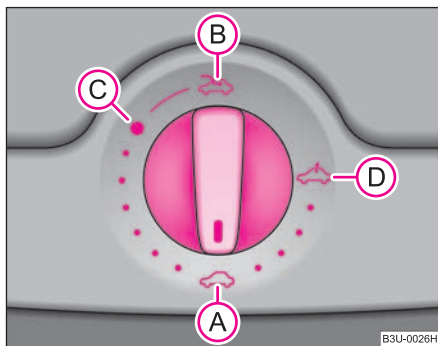

Abb. 30 Drehschalter für das elektrische Schiebe-/Ausstelldach
Das Schiebe-/Ausstelldach wird mit dem Drehschalter ⇒ Abb. 30 bedient und funktioniert nur bei eingeschalteter Zündung. Der Drehschalter hat mehrere Raststellungen.
– Drehen Sie den Schalter in Stellung **C** ⇒ Abb. 30.
- Drehen Sie den Schalter in Stellung **(A)** ⇒ Seite 52, Abb. 30.
Das Schiebe-/Ausstelldach ist mit einem Überlastungsschutz ausgestattet. Das Schiebe-/Ausstelldach stoppt und kehrt einige Zentimeter zurück, wenn es sich durch ein Hindernis (z. B. Eis) nicht schließen lässt. Das Schiebe-/Ausstelldach können Sie ohne Überlastungsschutz ganz schließen, wenn Sie den Schalter in Stellung **(A)** ⇒ Seite 52, Abb. 30 vorn oder hinten so lange drücken, bis das Schiebe-/Ausstelldach vollständig geschlossen ist ⇒ **(A)**.
Nach jeder Notbetätigung (mit Kurbel) muss das Schiebe-/Ausstelldach in die Grundstellung gebracht werden. Deshalb müssen Sie den Drehschalter in die Schalterstellung **(A)** => Seite 52, Abb. 30 drehen und etwa 10 Sekunden lang vorn drücken. ■